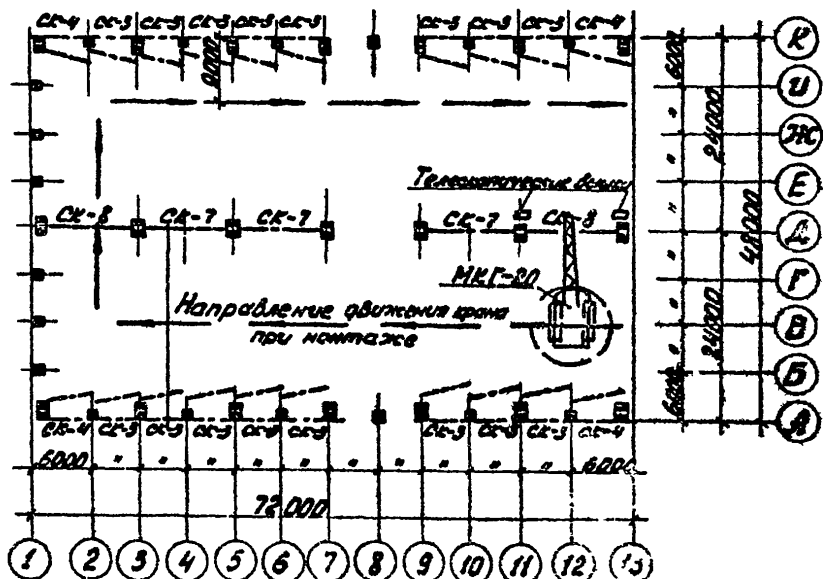

Рис. 1. Схема монтажа металлических связей
- а/ монтаж связей СК-3, СК-4, СК-7, СК-8; / рис.1/.